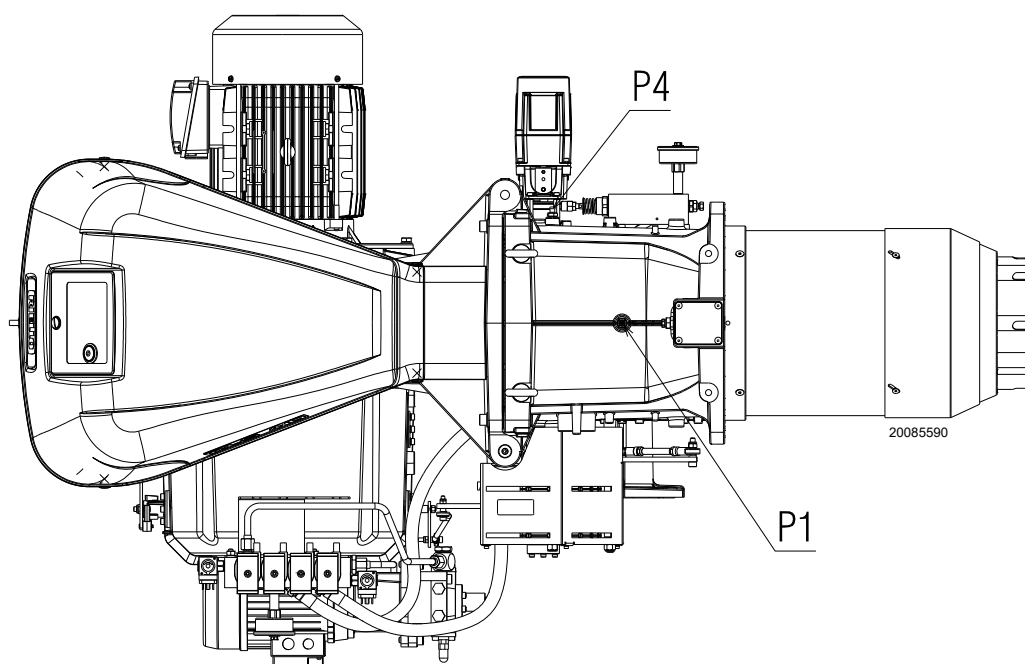

Abb. 28
Gasdruck, am Anschluss P1)(Abb. 28) gemessen mit:
- vom Gasdruck am Anschluss P1)(Abb. 28) den Druck in der Brennkammer abziehen.
Gasdruck am Anschluss P1)(Abb. 28) = 29,4 mbar
Um stattdessen den am Anschluss P1)(Abb. 28) notwendigen Gasdruck zu ermitteln, nachdem die Höchstleistung festgelegt wurde, bei der der Brenner arbeiten soll:
- Rechts, in Spalte 1, den Druck am Anschluss P1)(Abb. 28) ablesen.
Am Anschluss P1)(Abb. 28) erforderlicher Druck.